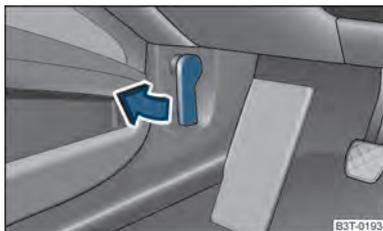

Abb. 170 Entriegelungshebel Motorraumklappe
- Ziehen Sie am Entriegelungshebel unterhalb der Schalttafel auf der linken Seite ⇒ Abb. 170.
- Entriegeln Sie die Motorraumklappe ⇒ Abb. 170.